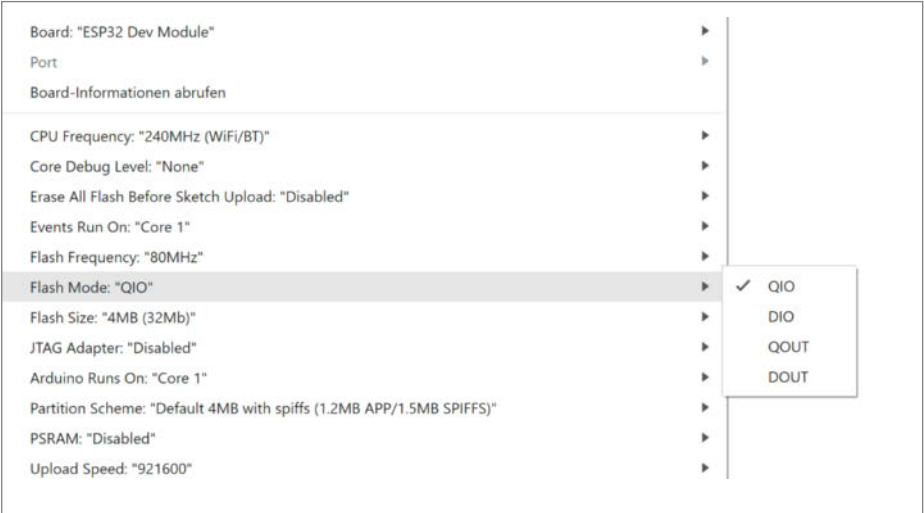

Bild 6: Wer sich schon immer gefragt hat, was das alles im Arduino-Board Manager zu bedeuten hat, dürfte nach der Lektüre dieses Artikels die Antworten haben.
SPI benötigt vier Leitungen: Clock (CLK), Master Out Slave In (MOSI), Master In Slave Out (MISO) und Chip Select (CS), um jeweils ein Bit zu übertragen. Die ESP32-ICs unterstützen aber noch die schnelleren Varianten Dual und Quad SPI mit mehr Leitungen. Bei Letzterem werden vier Bits parallel übertragen. Die Begriffe QIO und QOUT findet man auch in der Arduino IDE im Board Manager (Bild 6) für Übertragungen mit vier Leitungen, DIO und DOUT für zwei Leitungen. Der schnellste Mode ist der standardmäßig eingestellte QIO-Mode.